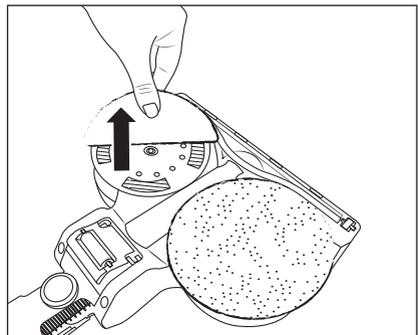

Fig. 18
- ◆ Pour retirer une serpillière ❸⁴ de l'embout serpillière ❸¹, saisissez-la avec les doigts et retirez-la de l'embout serpillière ❸¹ en la tirant vers le haut (voir fig. 18).